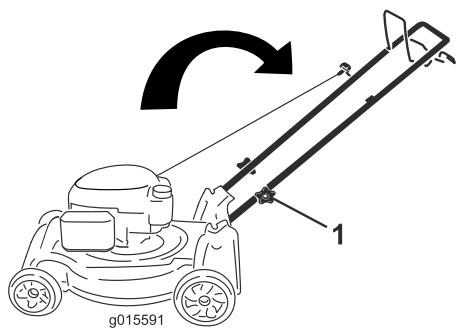

Рисунок 31
1. Ослабьте круглые рукоятки настолько, чтобы можно было свободно двигать верхнюю рукоятку (Рисунок 31).
2. Продвиньте рукоятку вперед, как показано на Рисунок 31.